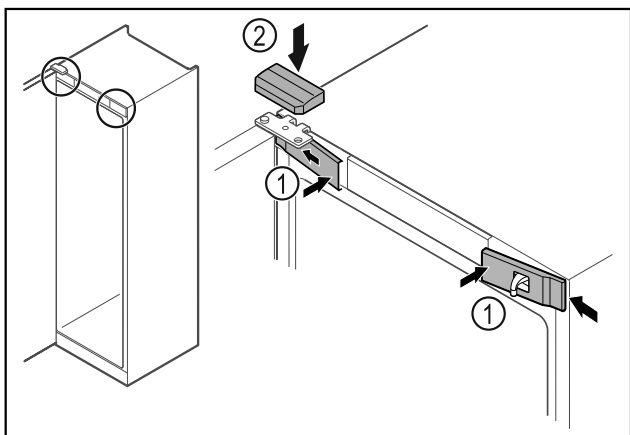

Fig. 47
- ▶ Voorste afdekkingen Fig. 47 (1) zijdelings bevestigen en vastklikken.
- ▶ Bovenste afdekking Fig. 47 (2) van boven vastklikken.